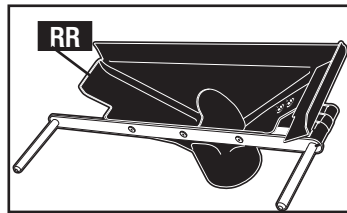
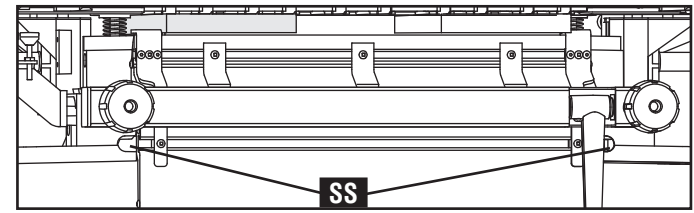
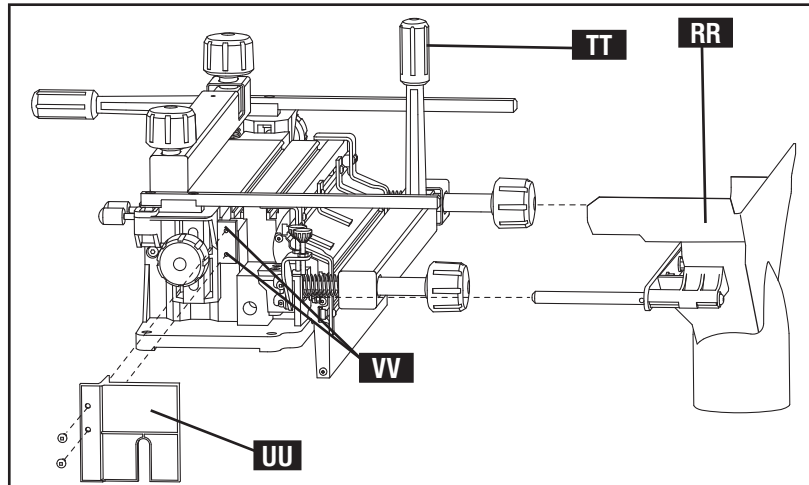

Fig. C22
Fig. C23
Fig. C24
Un déflecteur de dépoussiérage (RR), fig. C22, est offert comme accessoire avec le système OMNIJIG. Utiliser le numéro de cat. 55164 pour l'Omnijig de 406 mm (16 po) et le numéro de cat. 77244 pour le modèle de 609 mm (24 po). L'orifice de poussière des deux déflecteurs mesure 101 mm (4 po) de diamètre, ce qui permet le raccordement direct à un système de dépoussiérage standard.
Après l'assemblage, le déflecteur (RR), fig. C22, peut se glisser directement dans les deux trous (SS), fig. C23, au bas de la section avant de l'embase du système OMNIJIG®. Avant d'insérer le déflecteur, s'assurer que la poignée (TT) de la bride de fixation avant de la pièce, fig. C24, est relevée comme indiqué. Installer le collecteur de copeaux (UU) aux deux goulottes (VV) sur le côté de l'embase du système OMNIJIG® avec les deux vis à trou carré fournies.